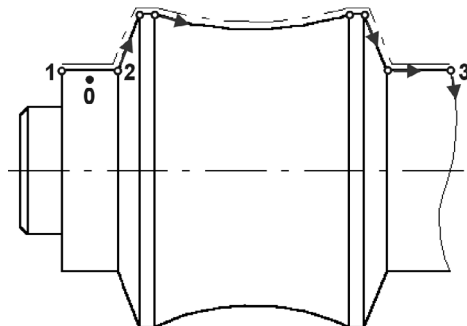

Рис. 41.7. Формирование незамкнутой эквидистанты
7. В ответ на запрос системы **Укажите базовую кривую для построения эквидистанты** щелкните немного ниже отрезка 1–2, например в точке 0 (рис. 41.7).
8. Задавая в каждой точке пересечения объектов направления, показанные на рис. 41.7, продолжите формирование эквидистанты до тех пор, пока стрелка не окажется в точке 3.